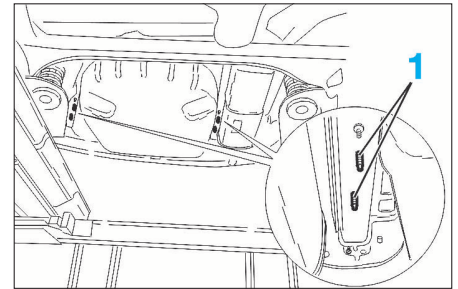

FIG. 6
- Mettre en place les demi-colliers [6] sur les vis (1) permettant de fixer l'attache-remorque (Fig.6).